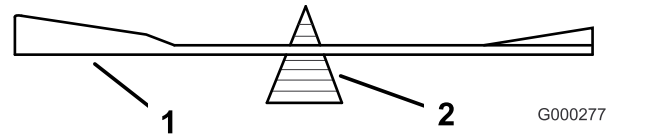
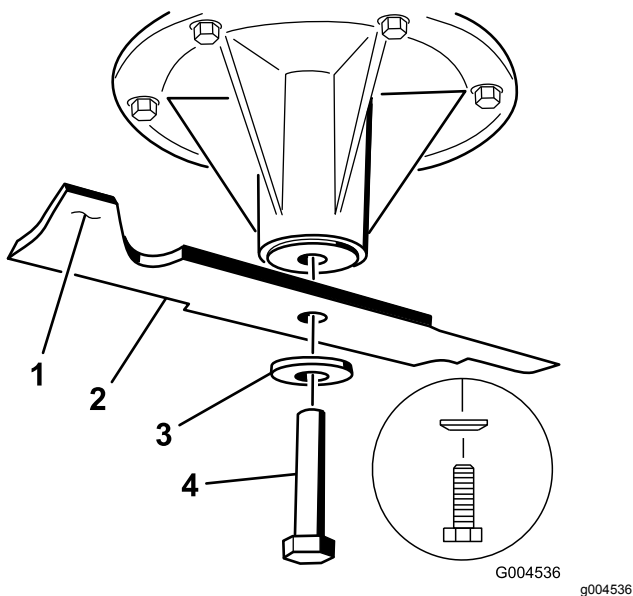

Figure 96
Figure 97
2. Vérifiez l'équilibre de la lame en la plaçant sur un équilibreur (Figure 96). Si la lame reste horizontale, elle est équilibrée. Si la lame est déséquilibrée, limez un peu l'extrémité de l'ailette seulement (Figure 97). Répétez cette procédure jusqu'à ce que la lame soit équilibrée.
1. Placez la lame sur l'axe (Figure 97).
2. Mettez en place la rondelle élastique et le boulon de la lame. Le cône de la rondelle élastique doit être dirigé vers la tête du boulon (Figure 97).